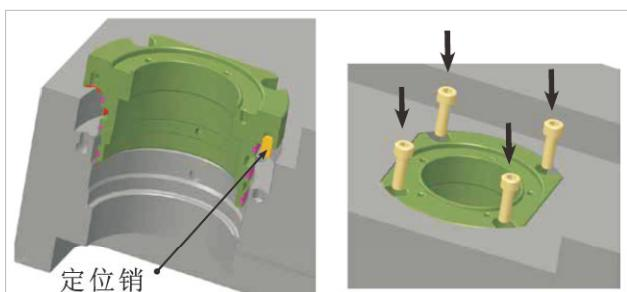

图11-20 将缸套安装至分流板型腔板
确保缸套的定位销位于分流板型腔板的定位销孔一侧，并且O形圈在缸套。见图11-20。
1. 使用内六角头有头螺钉将外阀体连接到歧管板上。扭矩至 15Nm (11 ft-lb)。见图11-20。